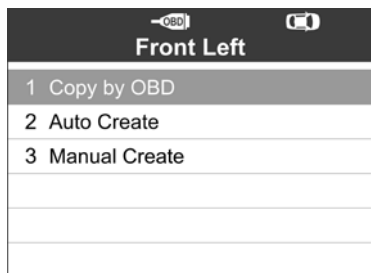
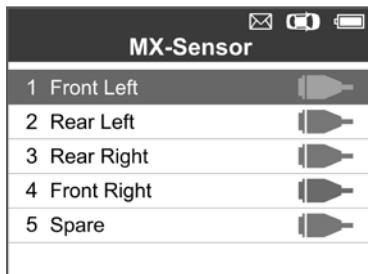

Рисунок 5.20
Рисунок 5.21
- 1) Выполните действия пунктов 1 – 7 раздела 5.1 «Автоматическое программирование», чтобы выбрать МХ-датчик для программирования. С правой стороны экрана появится значок встроенной системы диагностирования (см. рисунок 5.20). После выбора определенного колеса и нажатия кнопки **Y** становится доступен параметр Copy by OBD [Копирование с использованием OBD] (в меню функций). (См. рисунок 5.21)